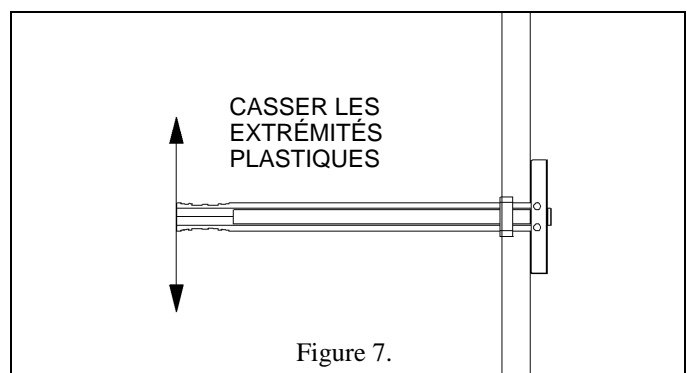

Figure 7.
5. Écartez les extrémités de la prise pour les doigts afin de briser les extrémités plastiques et l'affleurer avec la bague plastique de l'ancrage (voir la Figure 7).